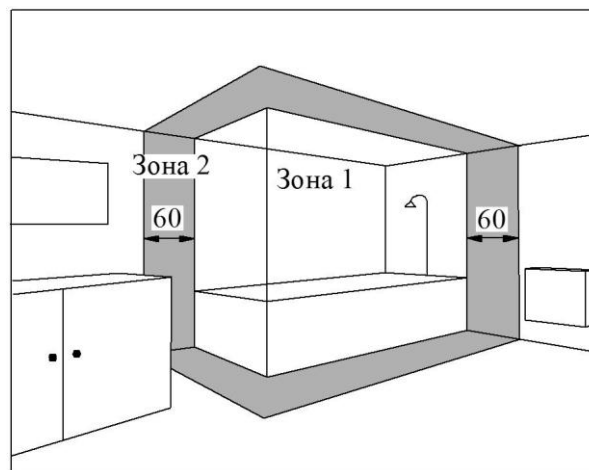

Рисунок 6
5.6 Конвектор допускается устанавливать ванных комнатах, душевых, бассейнах (рисунок 6). При этом установка конвектора запрещается: